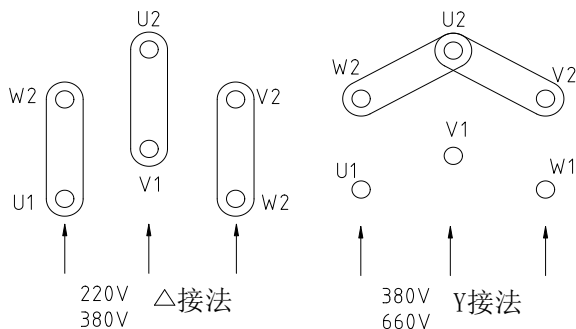

图4 接线指示图
7.3.3 六端子接线盒通过连接片改变接法，可适应两种不同电压需要（见图 4），有两个进线口可引入两根多芯电缆的接线盒，当引入一根多芯电缆只使用一个进线口时，另一进线口的 2mm 厚金属垫片不得拿掉，否则将失去隔爆性能。